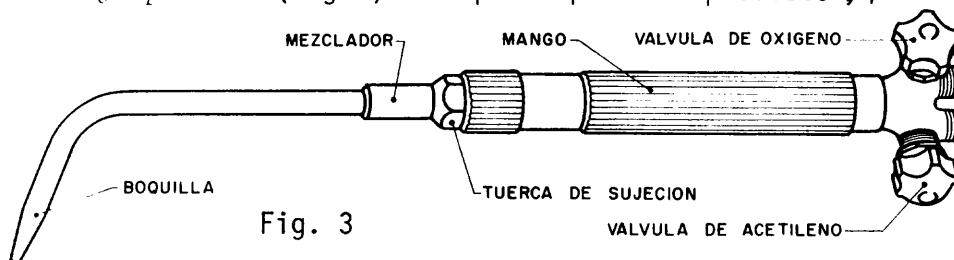

Fig. 3
*Soplete de baja presión:* (fig.3) es aquel que está previsto, para utilizar